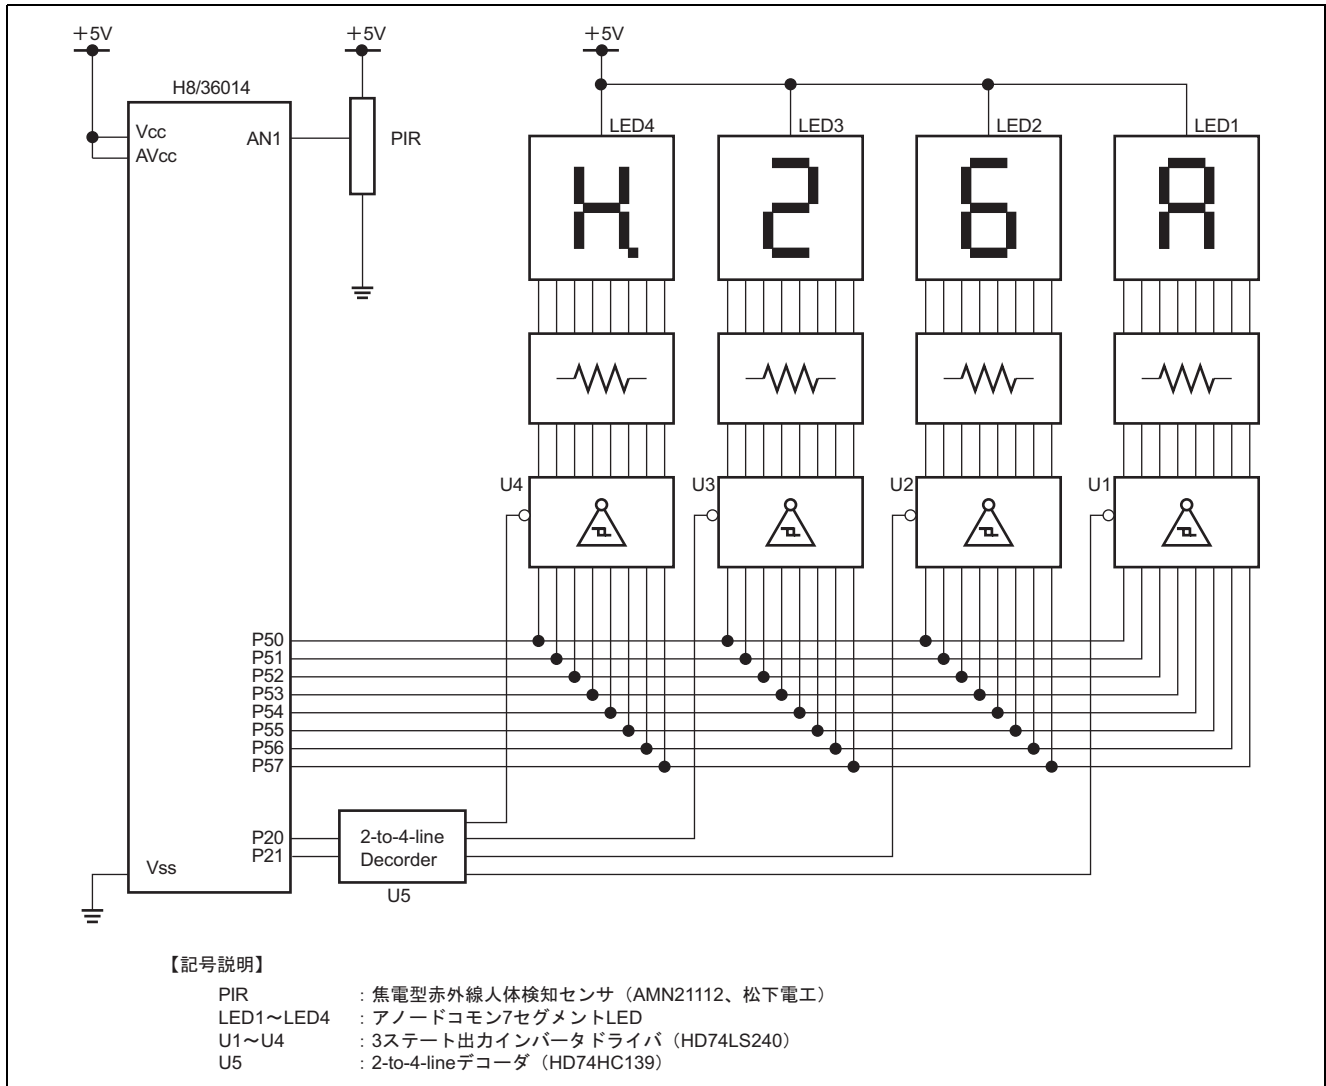

図 1.1 ハードウェア構成
1. 図 1.1 に焦電型赤外線人体検知センサ接続例のハードウェア構成を示します。図 1.1 に示すように、センサをアナログ入力端子 1 (AN1 端子) に接続します。